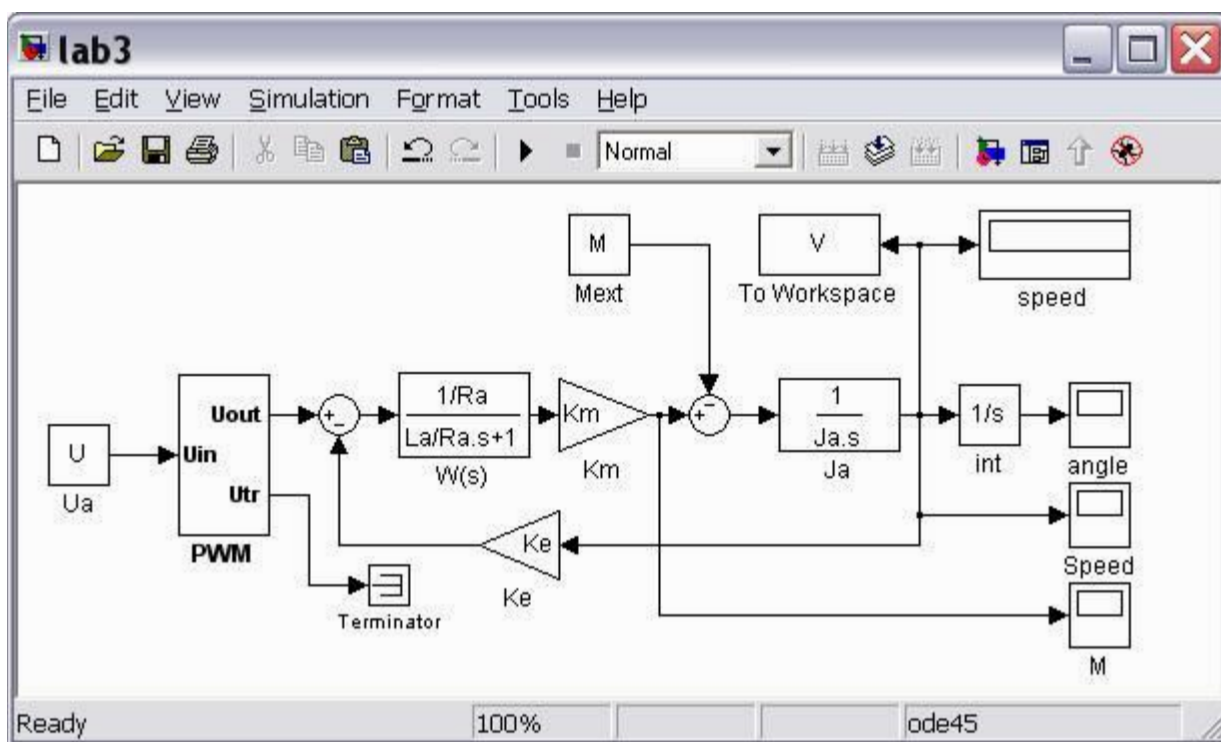

Рис. 3
9. Соберите модель ДПТ с ШИП, представленную на рис.3. Используйте для этого модель ДПТ, полученную при выполнении лабораторной работы №2.